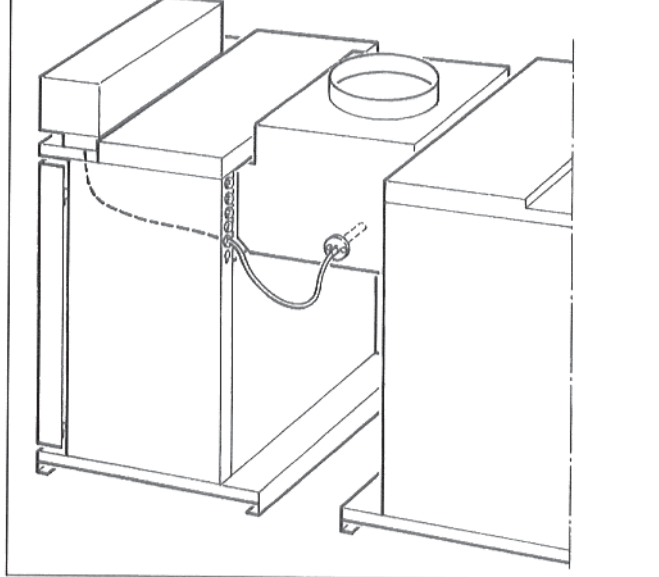

Рис. 10 : G_324 LDZ/LDN
- Вдеть датчик температуры отходящего газа в предохранитель потока и закрепить двумя имеющимися винтами. У G_424 LZ и G_524 LDN датчик необходимо продеть через крепление, которое установлено на заводе у предохранителя потока. Точная позиция датчика для различных котлов указана на рис. 10 до 12.